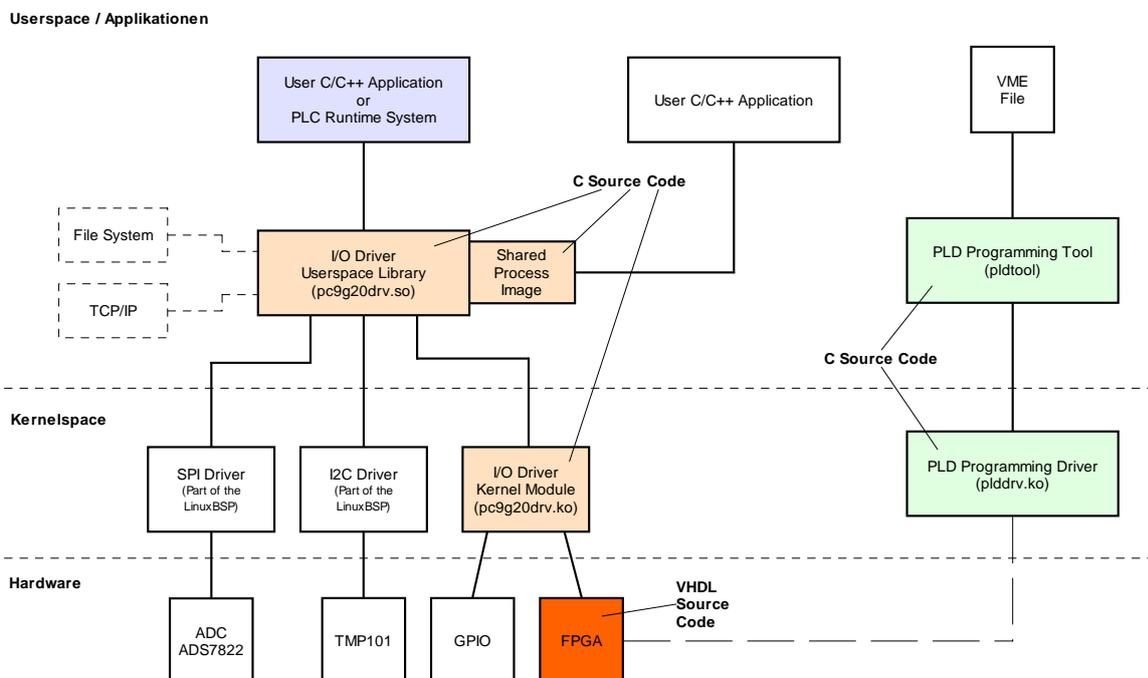

Bild 60: Übersicht zum Driver Development Kit für das ECUcore-9G20
Bild 60 vermittelt einen Überblick über die DDK-Struktur und die enthaltenen Komponenten. Im DDK enthalten sind die Sourcen der FPGA-Software (VHDL), des Linux Kernel-Treibers (*pc9g20drv.ko*) und der Linux User-Bibliothek (*pc9g20drv.so*). Ebenfalls Bestandteil des DDK ist ein PLD/FPGA Programming Tool (*pldtool* + *plddrv.ko*), das ein Softwareupdate des FPGA unter Linux ohne zusätzliche JTAG-Hardware ermöglicht.
2. Sourcecode für Linux Kernel-Treiber (*pc9g20drv.ko*, siehe Bild 60), beinhaltet alle notwendigen Files um Kernel-Treiber neu zu erstellen (C- und H-Files, Makefile usw.)
3. Sourcecode für Linux User-Bibliothek (*pc9g20drv.so*, siehe Bild 60), beinhaltet alle notwendigen Files um User-Bibliothek (incl. der Implementierung des Shared Process Image) neu zu erstellen (C- und H-Files, Makefile usw.)